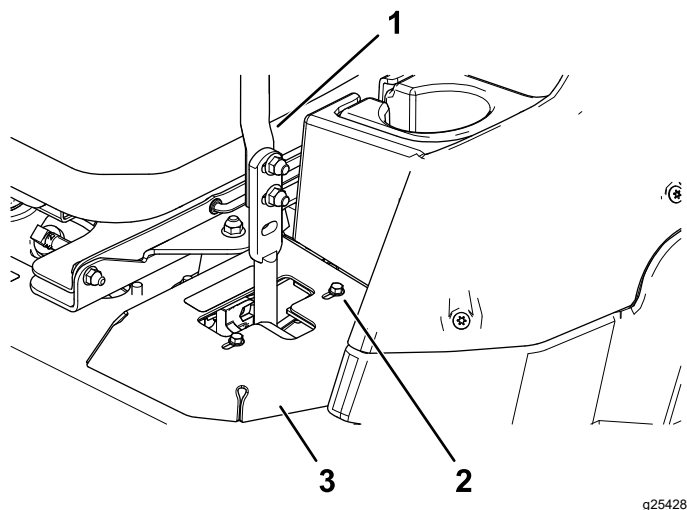

Figura 56
- Si se desvía hacia la derecha, afloje los pernos y ajuste la chapa del tope izquierdo hacia atrás en la ranura en T de la izquierda hasta que la máquina avance en línea recta (Figura 56).
- Si se desvía hacia la izquierda, afloje los pernos y ajuste la chapa del tope derecho hacia atrás en la ranura en T de la derecha hasta que la máquina avance en línea recta (Figura 56).
6. Apriete la chapa del tope (Figura 56).